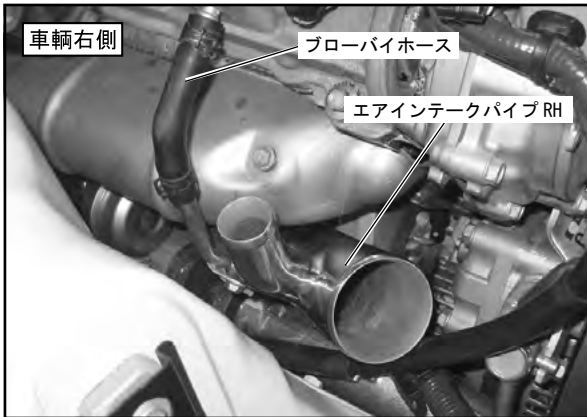

図10
- (3) エアインテークパイプを取付けてください。(図10)
- (4) ブローバイホースをブローバイパイプに接続してください。(図10)